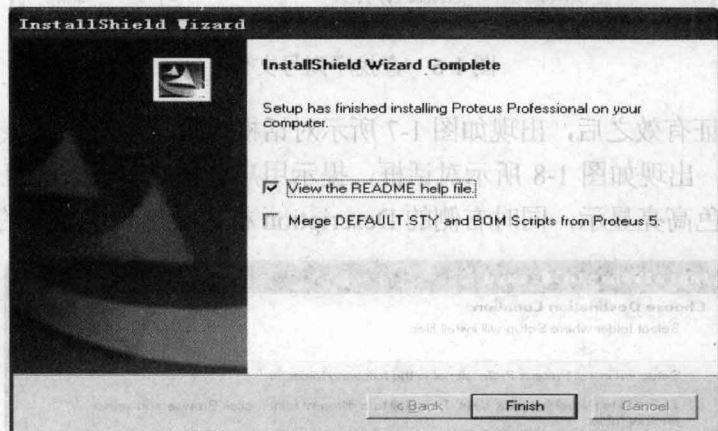

图 1-9 完成安装对话框
(5) 选择完安装组件之后，单击“Next”按钮，即进行软件安装，安装完成之后，出现如图 1-9 所示对话框，提示该软件已安装在当前计算机中，单击“Finish”按钮，退出安装程序。